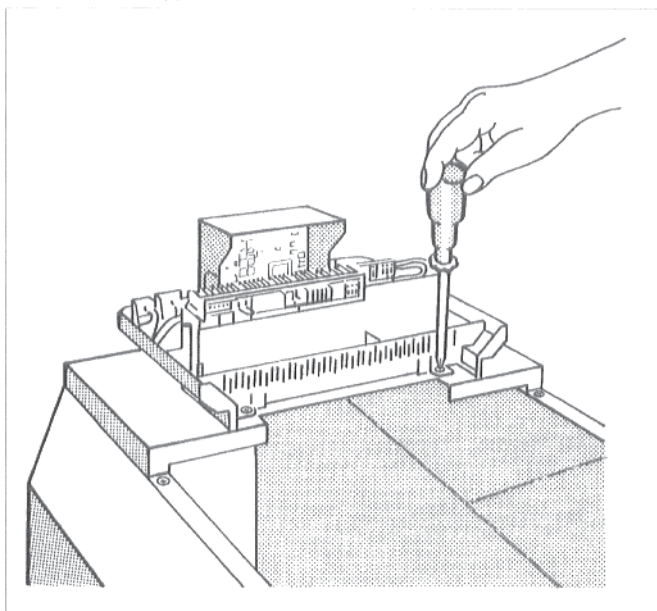

Рис. 15: закрепить регулятор винтами
- Прикрепить регулятор двумя винтами на переднем кожухе котла (рис. 15).